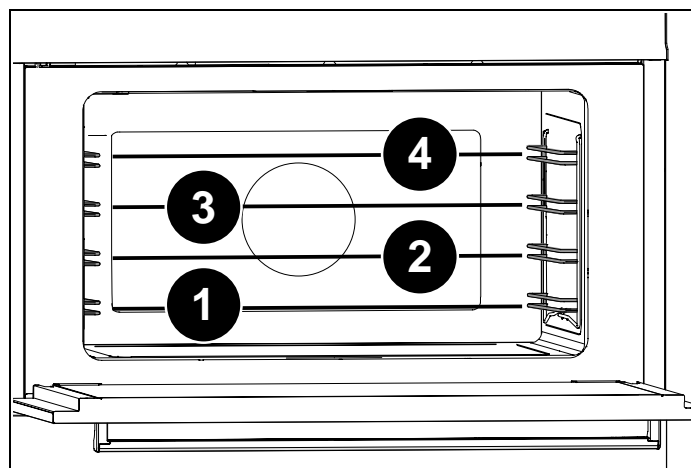

Fig. 30
- 4) Posizionare il portaspiedo sulle griglie laterali al livello 2 (Fig. 30). Inserire la pietanza sullo spiedo e infilare il tutto nel forno, facendo entrare la punta dello spiedo nell'alberino che sporge nel posteriore del forno.